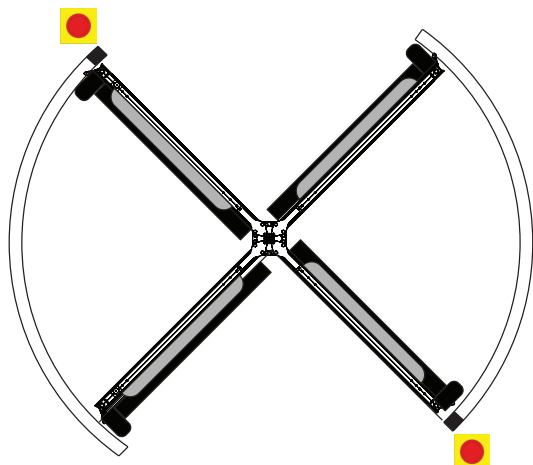

Рис. 22 Кнопка аварийного останова (пример)
1. Нажать на кнопку аварийного останова (рис. 22/1) со стороны входа или выхода.